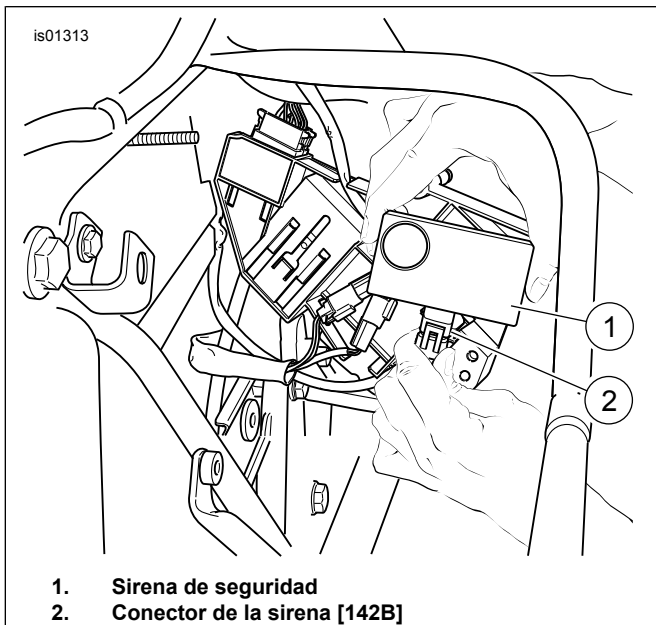

Figura 13. Insertar el conector de la sirena (FL Touring de 2002-2007)
5. Vea la Figura 13. Inserte el conector de la sirena de seguridad [142B] (2) en el receptáculo de la caja de la sirena hasta que el conector se cierre firmemente.